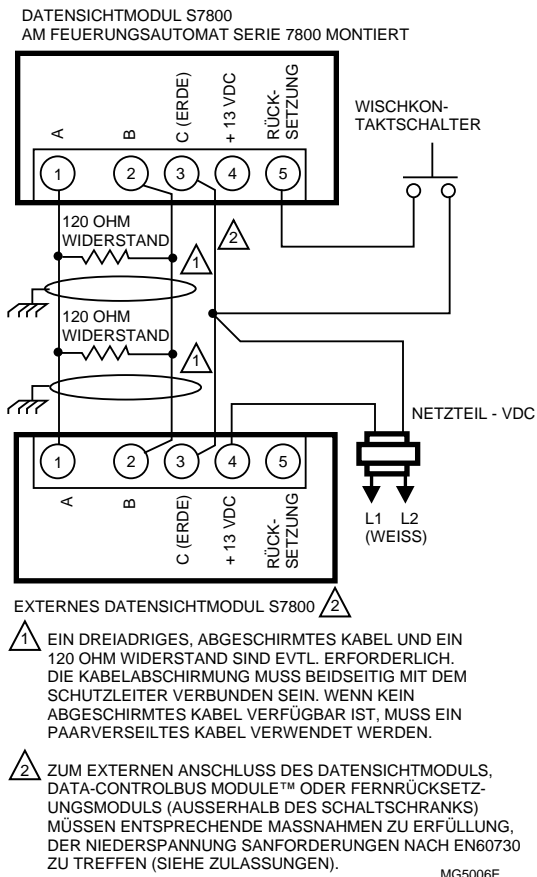

Abb. 5. Anschluß mehrerer Datensichtmodule.
b. Die Verdrahtung für das Datensichtmodul ist auf Abb. 5 und 6 sowie in den technischen Daten für das Datensichtmodul (65-0166), das DATA CONTROLBUS MODULE™ (65-0091) oder das Verlängerungskabel (65-0131) beschrieben.
- ❷ Vor Beginn der Installation ist die Spannungsversorgung zu unterbrechen. Dabei kann es sich um mehr als eine Spannungsversorgung handeln.
- 3 Die Verdrahtung muß den gültigen technischen Regeln, Verordnungen und Vorschriften entsprechen. Datensichtmodul, DAT CONTROLBUS MODULE™ (Fernmontage) und Fernriegelung müssen in Reihenschaltung angeschlossen werden (1(a)-1(a), 2(b)-2(b), 3(c)-3(c)), wobei die Reihenfolge keine Rolle spielt. Es ist lediglich zu beachten, daß bei einer Entfernung von über 30 m die Module am Anfang und Ende der Reihenschaltung mit je einem Widerstand von 120 Ohm (mindestens 1/4 Watt) auf Klemmen 1 und 2 der Elektroanschlüsse versehen werden müssen (siehe Abb. 5 und 6).